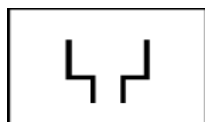

Abb. 40
- 3- Während der Entladung Phase Wasser auf dem Display erscheint die Meldung Abgas. (Abb. 40)